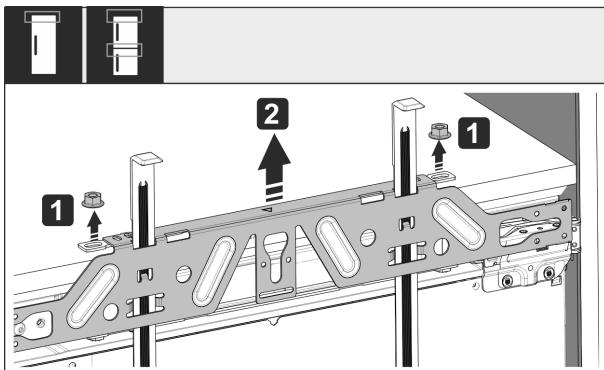

Fig. 50
- Soltar las contratuerzas Fig. 50 (1).
- Quitar el travesaño de fijación Fig. 50 (2).